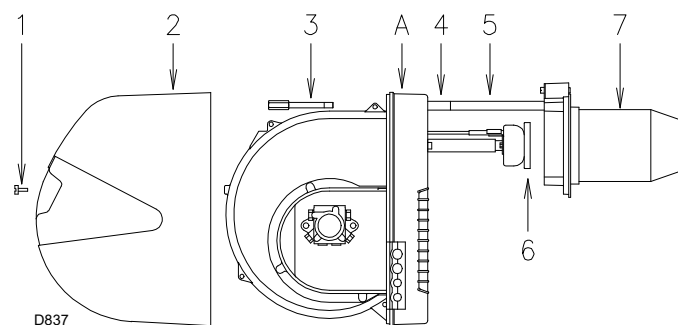

Fig. 30
- Verwijder de schroef 1)(Fig. 30) en verwijder de kap 2).